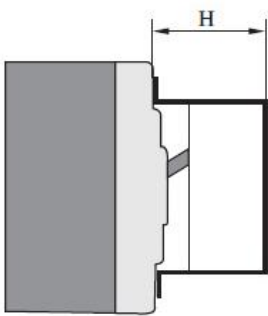

图 17 电动操作机构安装尺寸
6.6 电动操作机构的参数见表 11，安装尺寸见图 17 和表 12。